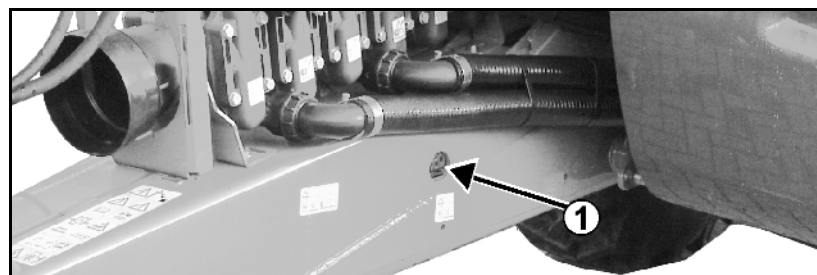

Fig. 6
- Zwei Zurpunkte rechts und links an der Deichsel (Fig. 6/1)